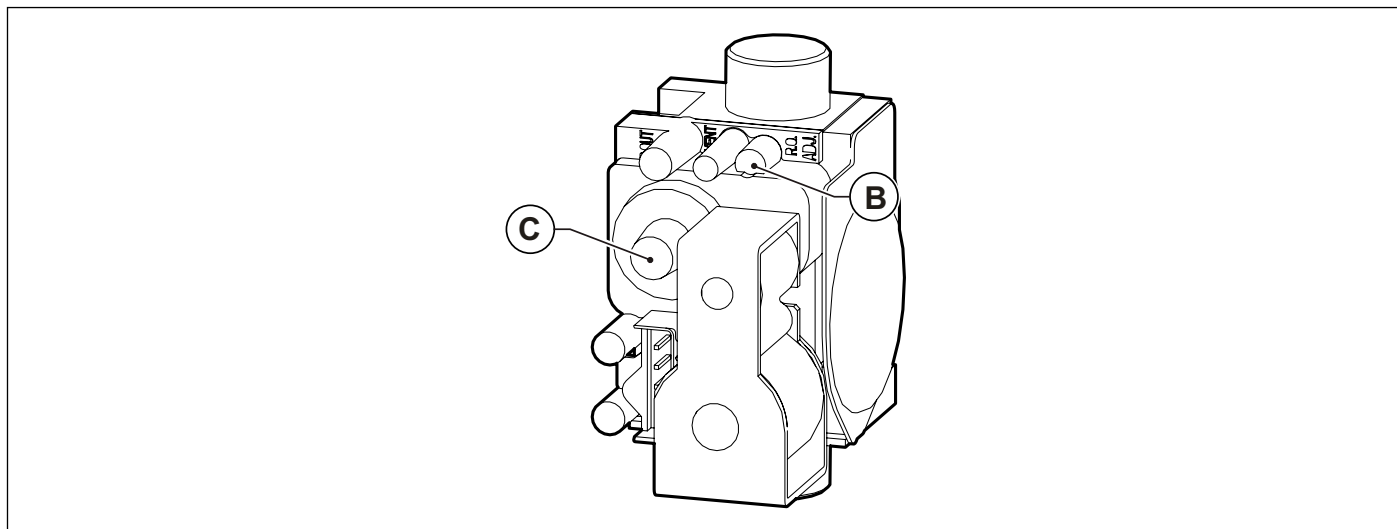

Fig. 36 Regolazione valore anidride carbonica
- Regolare il valore dell'anidride carbonica (CO2) nei fumi ruotando il regolatore di rapporto **B** (vedi Fig. 36 Regolazione valore anidride carbonica) e assicurarsi che rientri nei limiti della Tab. 1 Dati di taratura KR 45 e della Tab. 3 Dati di taratura KR 60.
- Regolare il valore dell'anidride carbonica (CO2) nei fumi ruotando il regolatore di offset **C** (vedi Fig. 36 Regolazione valore anidride carbonica) e assicurarsi che rientri nei limiti della Tab. 1 Dati di taratura KR 45 e della Tab. 3 Dati di taratura KR 60.